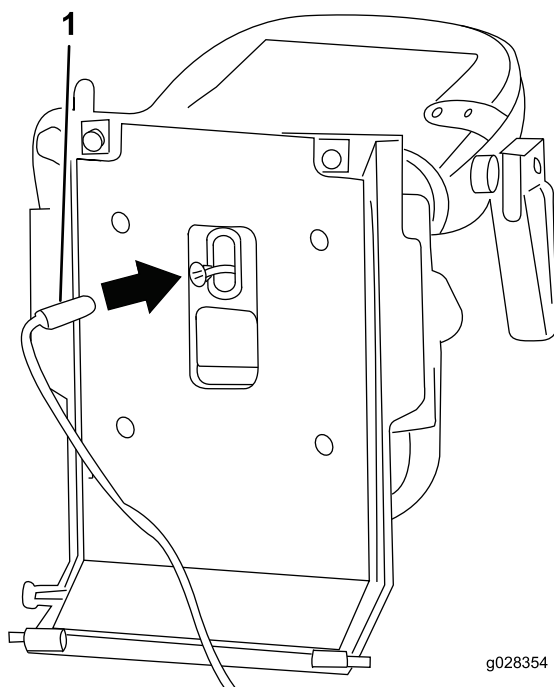

Figura 5
7. Desligue a cablagem do interruptor do banco da parte inferior do banco (Figura 5).